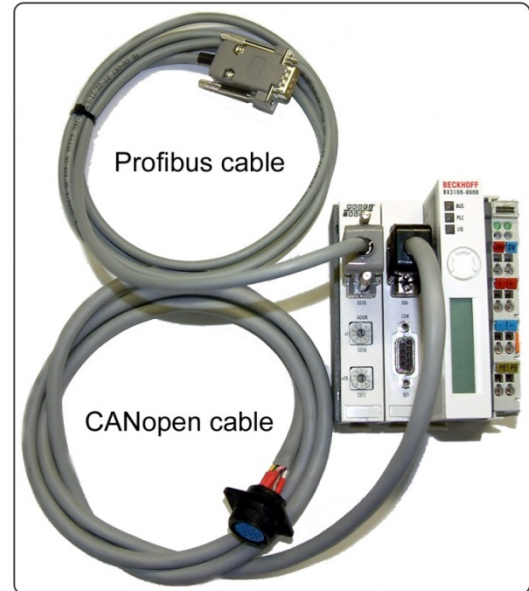

fig. 2.4
2.4 Composición art. 210.20 (fig. 2.4).